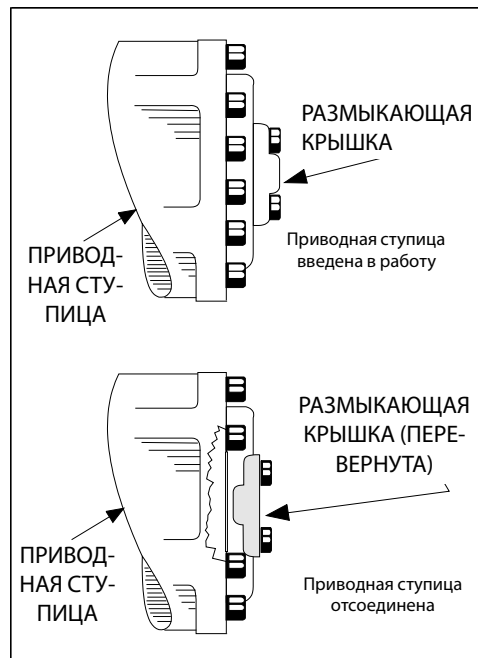

Рис. 4-6. Ступица, отсоединяющая привод
3. Отсоедините приводные ступицы, перевернув размыкающие крышки. См. Рис. 4-6., Ступица, отсоединяющая привод.